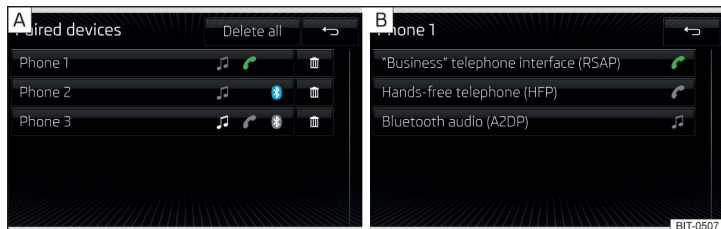
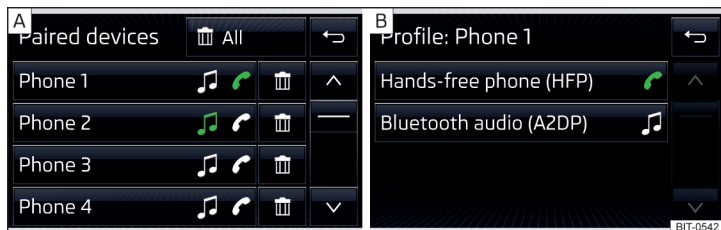

Abb. 200 Infotainment Columbus: Liste gekoppelter externer Geräte / Liste verfügbarer Bluetooth®-Profile
Abb. 201 Infotainment Swing: Liste gekoppelter externer Geräte / Liste verfügbarer Bluetooth®-Profile
In der Liste gekoppelter externer Geräte können bei den einzelnen externen Geräten folgende Symbole der Bluetooth®-Profile erscheinen » Abb. 200 bzw. » Abb. 201 - A.
- Das gewünschte Profil in der Liste verfügbarer Bluetooth®-Profile auswählen » Abb. 200 bzw. » Abb. 201 - B.
» Abb. 200 bzw. » Abb. 201 - [B].